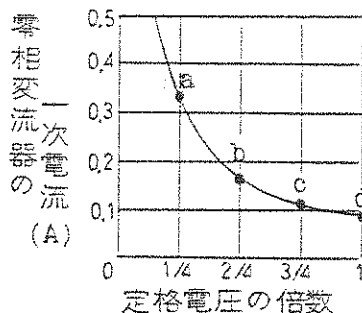

図1. 電圧電流特性図
(図1のa点) (継電器が動作した時、継電器の接点が閉じて、RDF-2のブザーが鳴ります。)
(7) 同様に定格電圧の1/2, 3/4, 定格電圧についても、最小動作電流値を測定し、プロットします。(図1のb, c, d点)
(8) 試験終了したら、動作確認スイッチをOFFにし、電源スイッチをOFFにします。